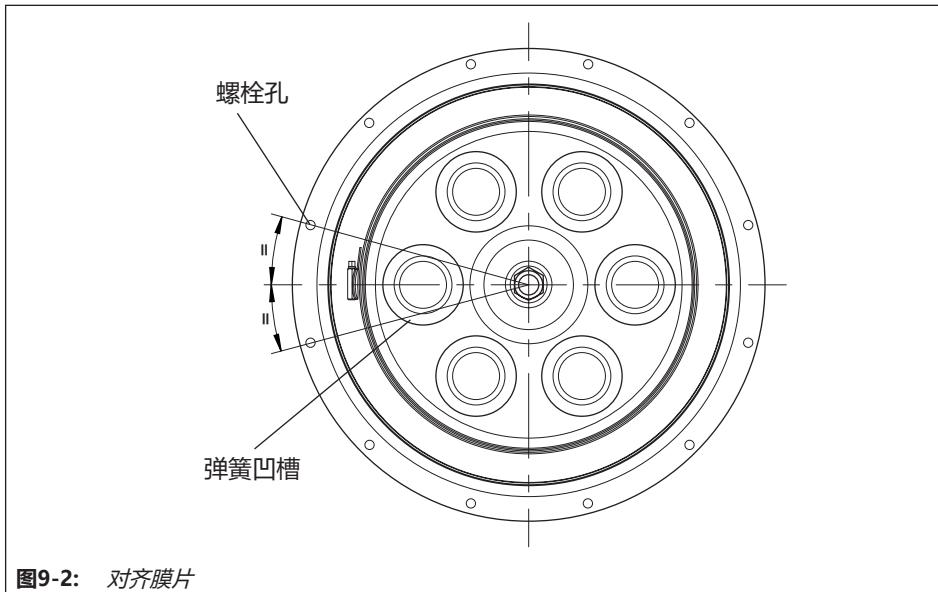

图9-2：对齐膜片
5. 安装新膜片 (A4)。确保膜片与隔膜板正确对齐。必须将穿过隔膜板弹簧的两个对立凹槽的虚线居中对齐在膜片中两个螺栓孔之间 (请参见图9-2)。
将压缩机 (A19) 对齐放在软管夹闭锁的下方 (参见图9-2)。
6. 安装新膜片 (A4)。确保膜片与隔膜板正好对齐。必须将穿过隔膜板弹簧的两个对立凹槽的虚线居中对齐在膜片中两个螺栓孔之间 (请参见图9-2)。
350 和 700¹⁾ cm²: 交替转动软管夹闭锁上的螺钉，直至膜片 (A4) 与软管夹 (A6) 之间仅剩下几毫米的间隙。将压缩机 (A19) 对齐放在软管夹闭锁的下方 (参见图9-2)。使用合适的工具拧紧闭锁螺钉。遵循拧紧扭矩。